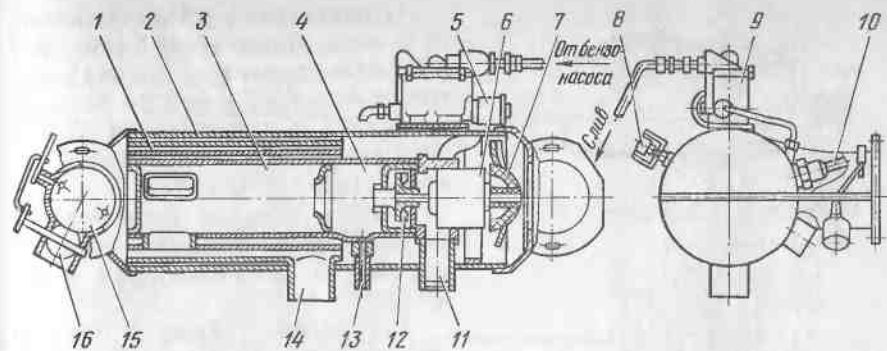
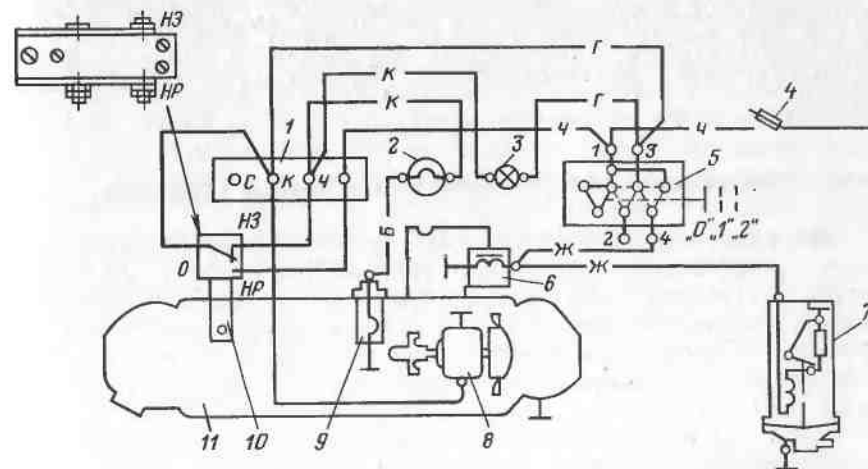

Рис. 217. Отопительная установка:
Рис. 221. Электрическая схема отопительной установки:
Электрическая схема отопительной установки показана на рис. 221.
**Отопительная установка** состоит из электродвигателя 6 (рис. 217) с установленными на его валу вентилятором 7 для забора воздуха из салона и нагнетателем 12 для подачи воздуха из моторного отсека в камеру сгорания 4.
При пуске отопительной установки переводом ручки переключателя 5 (см. рис. 221) в положение «1» включается электродвигатель 8, контрольная спираль 2, свеча 9, контрольная лампа 3. Нить контрольной лампы 3 не накаливается, так как включенные контрольная спираль и свеча резко снижают напряжение в цепи. При нагреве контрольной спирали до ярко-красного цвета (в течение 30 с) нужно перевести ручку переключателя в положение «2». При этом дополнительно включается электромагнитный бензонасос 7, открывается электромагнитный клапан 6 регулятора подачи топлива, и топливо поступает в камеру горения 4 (см. рис. 217), в которой, смешиваясь с воздухом, зажигается свечой накаливания. Горячие газы нагревают теплообменник и трубку температурного переключателя 10 (см. рис. 221), который через 45...60 с после загорания топлива переключается на контакт «НР». При этом цепь питания свечи и контрольной спирали разрывается. В результате в общей цепи напряжение повышается до номинального, лампа загорается, частота вращения вала электродвигателя достигает номинальной величины и дальнейшее горение поддерживается автоматически.
вывернуть свечу 10 (см. рис. 217) и всасывающий патрубок 11; отсоединить трубку подвода топлива от регулятора подачи бензина и отопителя, отвернуть винты и снять регулятор подачи бензина; отсоединить электропровода от клеммной панели и температурного переключателя, отвернуть гайку крепления переключателя и снять его;